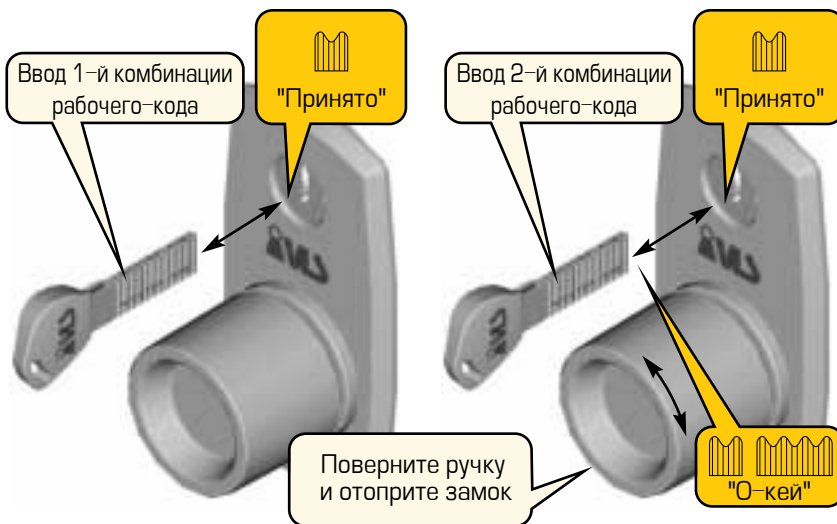

Рисунок 27 – Программирование рабочего кода
7. Введите ключ в ключеприемник до упора. При этом должен прозвучать сигнал "Принято". Извлеките ключ из ключеприемника. При этом должен также прозвучать сигнал "Принято" (рис. 27).
9. Введите ключ в ключеприемник до упора. При этом должен прозвучать сигнал "Принято". Извлеките ключ из ключеприемника. При этом должен также прозвучать сигнал "Принято" (рис. 27).